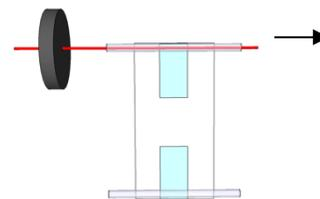

Figura 4
- 4** Inserte el otro extremo del agitador de café a través de una de las secciones de paja aseguradas a la lámina corrugada. Ver figura 4.